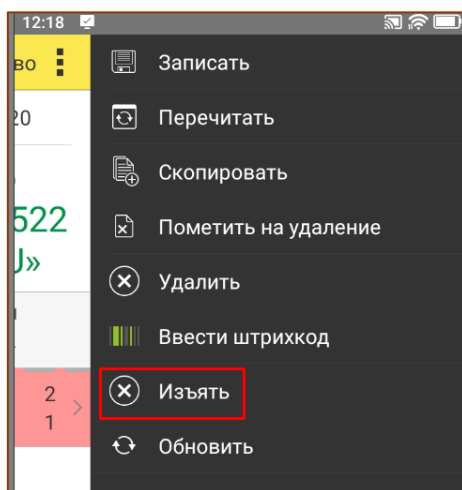

Рис. 9.9 – Изъятие кода из набора
- При необходимости можно изъять из упаковки КМ. Для этого в дополнительном меню необходимо выбрать пункт «Изъять» и отсканировать изымаемый код маркировки (Рис. 9.9).